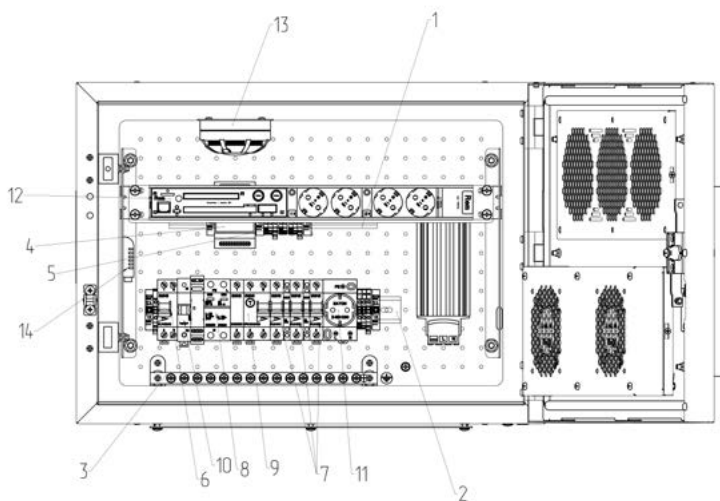

Рисунок 5. Общий вид шкафов серии ШТВ-Н, ШТВ-НН
На оцинкованной панели расположены две DIN-рейки с установленной аппаратурой (рис.5 поз.1 и 2) и шина заземления (поз. 3 рис. 5). На верхней DIN-рейке расположен терморегулятор (рис.5 поз. 4), гигростат и клеммная колодка (рис. 5 поз. 5).
- вводной автоматический выключатель QF1 – индикатор напряжения HL1 (поз. 10 рис. 5) (поз. 6 рис. 5)
- автоматические выключатели QF2, QF3, QF4 (поз. 7 рис. 5)
- ограничитель перенапряжения FV1 (поз. 8 рис. 5)
- УЗО QA1 (поз. 9 рис. 5)
- индикатор напряжения HL1 (поз. 10 рис. 5)
- модульная розетка XS1 (поз. 11 рис. 5)
- шина заземления XT/PE (поз.3 рис.5)
- контроллер А2 (поз.12, рис. 5)
- извещатель пожарный дымовой ВК1 (поз.13, рис.5);
- модуль управления микроклиматом А1 (поз.4, рис. 5, только в шкафах с исп. Т1 вместо биметаллического термостата);
- датчик влажности и температуры цифровой ВК2 (поз. 14, рис. 5);